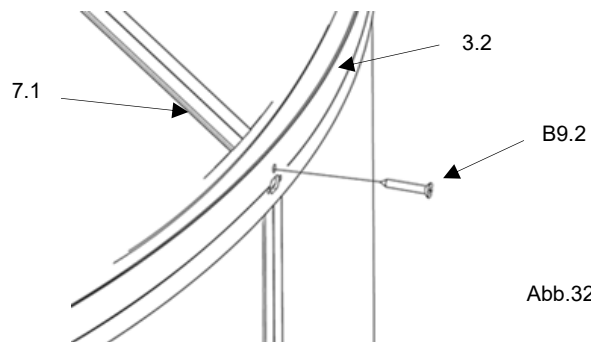

Abb.32
5. die Mittelsprosse (Dach) (7.1) wieder in den Ursprung positionieren und mit einer Senk-Blechschaube (B9.2) sichern. (Abb.32)